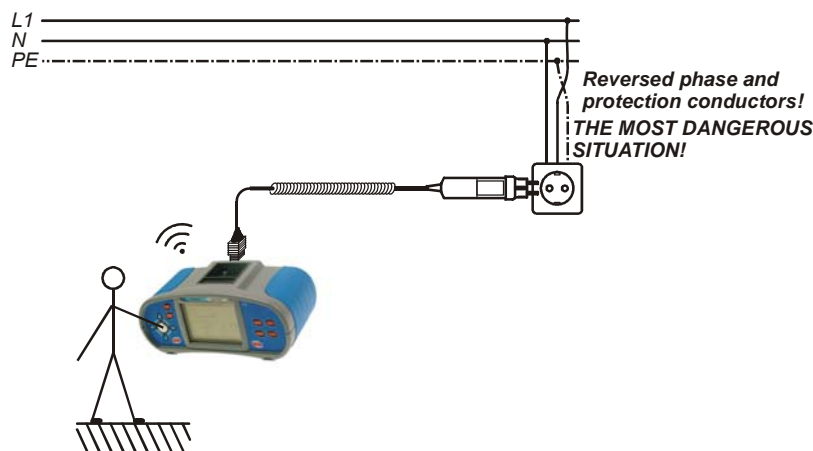

Abb. 5.42: Anschluss des Taster-Steckers an die Netzsteckdose mit vertauschten L- und PE-Leitern
- ❑ Schließen Sie die Prüfleitungen an die zu prüfende Anlage an (siehe Abb. 5.42 und 5.43).